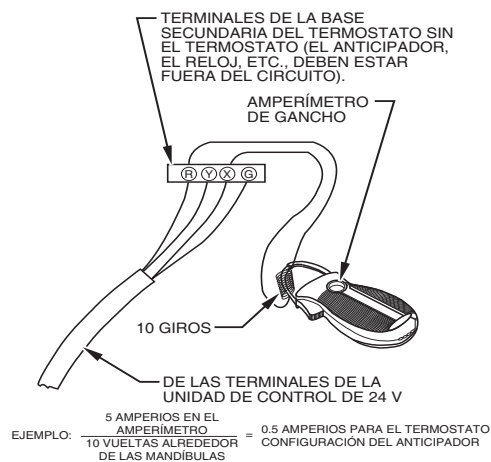

Fig. 52 – Verificación del amperaje con un amperímetro A96316SP
- Conecte un amperímetro entre los terminales R y W de la subbase o entre los cables R y W de la pared. (Consulte Fig. 52).